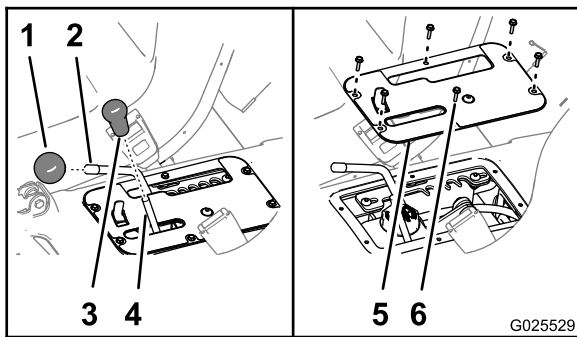

Figura 60
1. Retire los pomos de la palanca de elevación hidráulica y la palanca de intervalos de velocidad (Figura 60).
- Retire los 6 tornillos de cabeza hexagonal con arandela prensada (#10 x 3/4") que sujetan la tapa del panel de control a la base del asiento, y retire la tapa del panel (Figura 60).
- Alinee los taladros de la tapa del panel de control con los taladros de la base del asiento (Figura 60).
- Sujete la tapa a la base con los 6 tornillos de cabeza hexagonal con arandela prensada (Figura 60) que retiró en el paso 2.
- Enrosque los pomos en las varillas de la palanca de elevación hidráulica y la palanca de intervalos de velocidad (Figura 60).
- Retire los pomos de la palanca de elevación hidráulica y la palanca de intervalos de velocidad (Figura 60).
9. Alinee los taladros de la tapa del panel de control con los taladros de la base del asiento (Figura 60).
10. Sujete la tapa a la base con los 6 tornillos de cabeza hexagonal con arandela prensada (Figura 60) que retiró en el paso 3.
11. Enrosque los pomos en las varillas de la palanca de elevación hidráulica y la palanca de intervalos de velocidad (Figura 60).